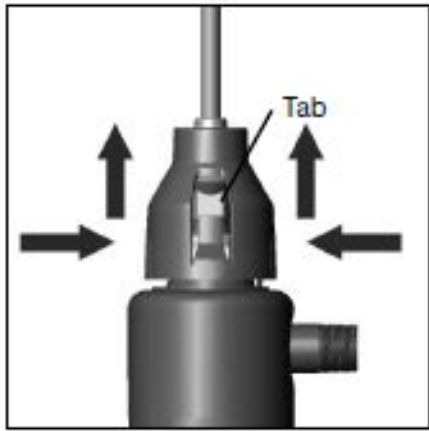

图 1.
4. タブの逆側辺りにある、安全キャップの横側を掴まんで（タブを掴まないで下さい。）キャップを取り外してください。（図1参照）